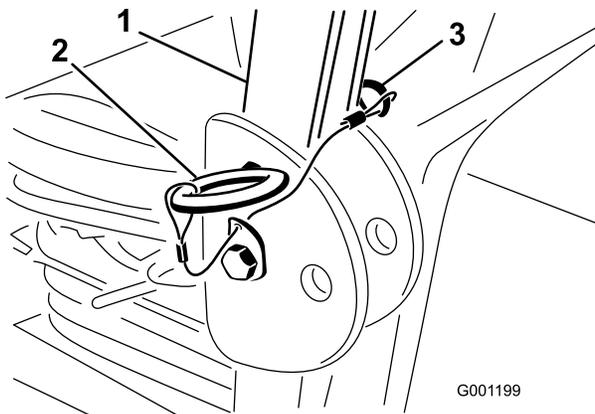

図 14
1. ROPSを立てた状態で、ヘアピンコッターと2本のピンを抜き取る図 14。